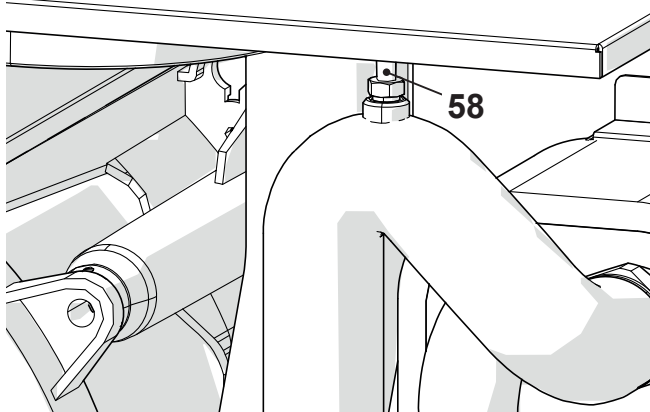
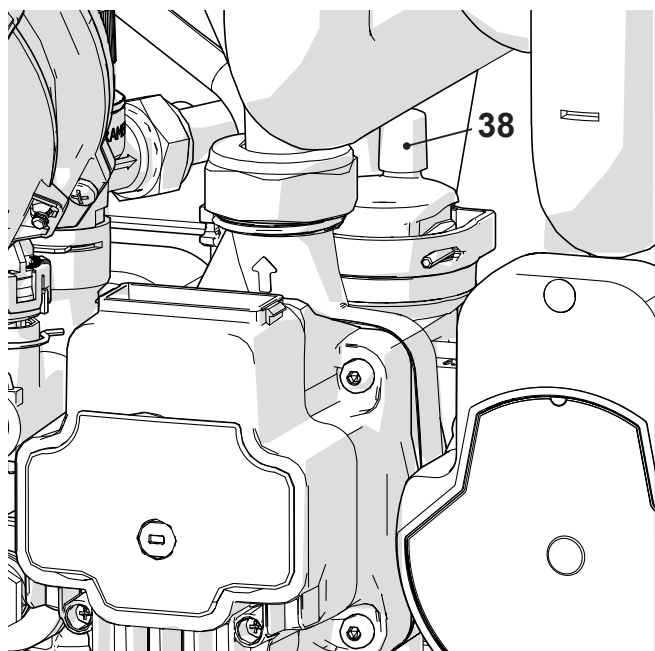

Figura 14.6
Figura 14.7
- Per facilitare lo svuotamento, allentare la valvola di sfiato manuale 58 in Figura 14.6 e svitare il tappo 38 della valvola di sfiato automatica in Figura 14.7.